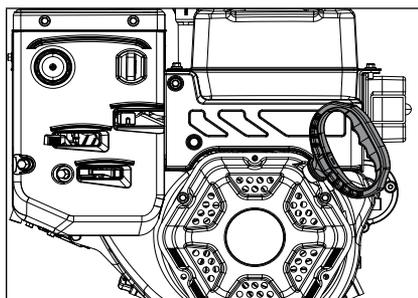

Figure 12
4. Tenez-vous à l'arrière de la machine, du côté droit, et tirez légèrement sur la poignée du démarreur jusqu'à ce que vous sentiez une légère résistance, puis donnez un coup sec. Retournez doucement la poignée du démarreur (fig. 12).